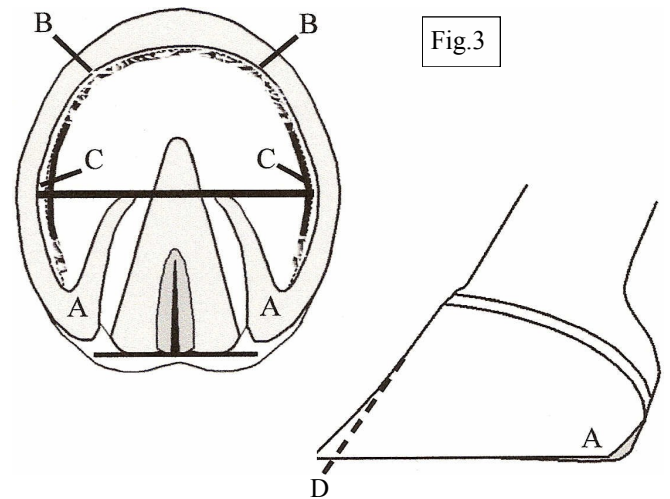
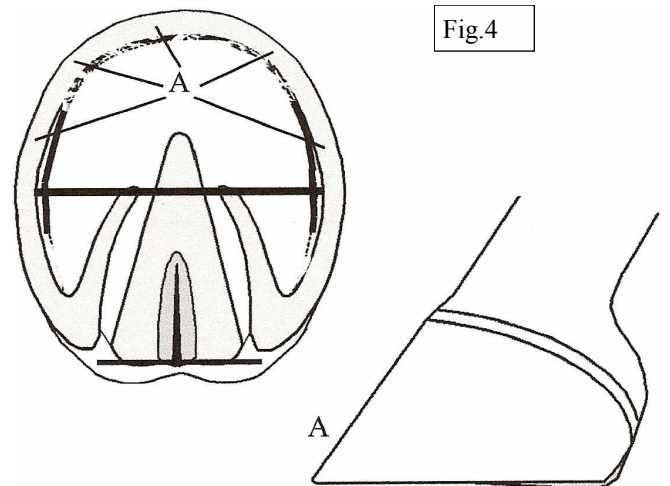

Fig.3
Fig.4
9. Die Trachten werden so bearbeitet, dass am Trachtenende eine gerade Fläche entsteht, die einen kleinen Teil der Eckstrebe beinhaltet, wodurch eine solide Unterstüzungsfäche entsteht. Sie sollten von gleicher Größe und Form sein (Abbildung 3-A). Die Trachten enden meist in Nähe des Strahlendes; in jedem Fall sollte jedoch die funktionelle Sohle als wichtigste Orientierung dienen und das hintere Strahlende nur als zusätzliche Orientierung.
10. Die weitere Bearbeitung der Zehe besteht aus dem Herunterraspeln der Wand, bis die gesetzte Markierungslinie leicht angeraspelt ist. Dies sollte gleichmäßig an der gesamten Zehe geschehen (Abbildung 3-B). Seien Sie achtsam und entfernen Sie die Linie nicht komplett.
11. Die Seitenwand sollte in Zehen- und Trachtenwand übergehen und für das Aufnageln des Hufeisens absolut plan sein. Die Lücken zwischen Sohle und Wand im Seitenbereich sollten gleich hoch sein (Abbildung 3-C).
12. Vor dem Anpassen des Beschlages sollte die Außenfläche der Wand gerade geraspelt werden (gestreckter Verlauf). Raspeln Sie von der Hälfte der Wandlänge zum Tragrand (Abbildung 3-D). Die Wand sollte so zubereitet sein, dass sie fast gerade vom Kronrand zum Tragrand verläuft (Abbildung 4-A). Liegt eine starke Verformung der Hornkapsel vor (konkave Einziehung) ist es oftmals nicht möglich, bei der ersten Hufzubereitung einen geraden Wandverlauf zu erreichen. Wird beim Beraspeln in Nähe des Tragrandes das innere unpigmentierte Kronhorn sichtbar, sollte nicht weiter geraspelt werden. Nach drei bis vier Beschlagsintervallen wird die Wand gerade herunter wachsen und die Verformung sollte kein Problem mehr sein.